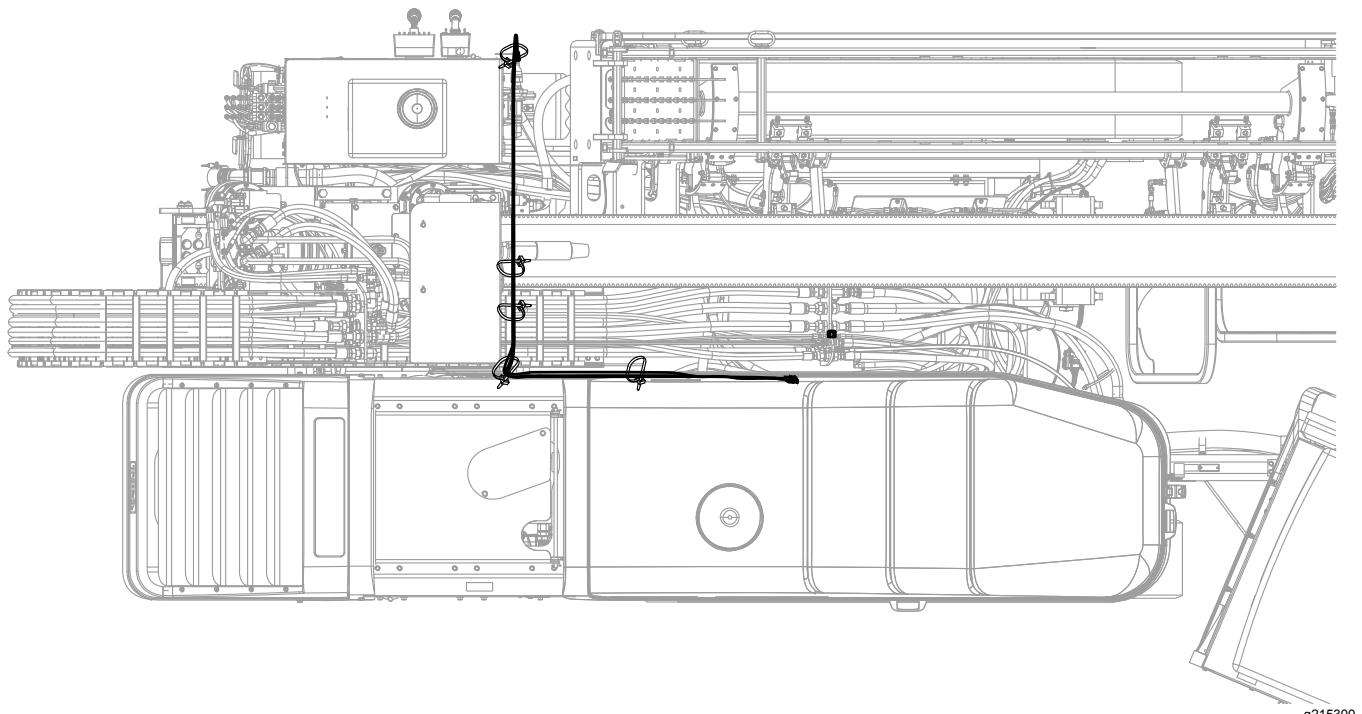

Рисунок 7
- Прикрепите жгут проводов с помощью кабельных стяжек (Рисунок 7).